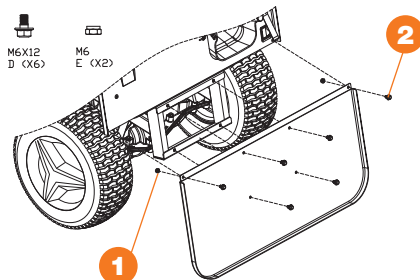

Рис. 3
Совместите отверстия на задней пластине с отверстиями на задней части машины и закрепите их гайкой ① и фланцевым болтом ② (Рис. 3).